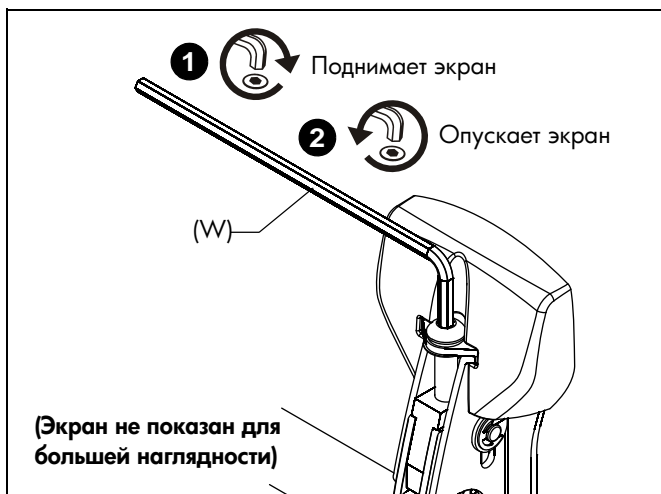

рис. 13
1. Поверните вправо (затянуто), чтобы поднять сторону экрана. (См. рис. 13)